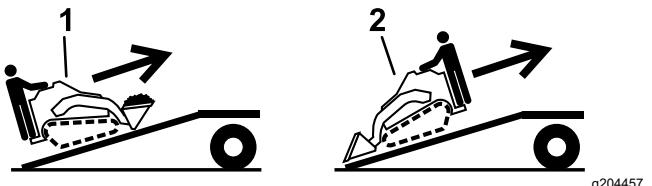

Figure 28
5. Montez la machine sur la remorque en gardant le côté le plus lourd en haut de la rampe et en maintenant la charge en bas (Figure 28).